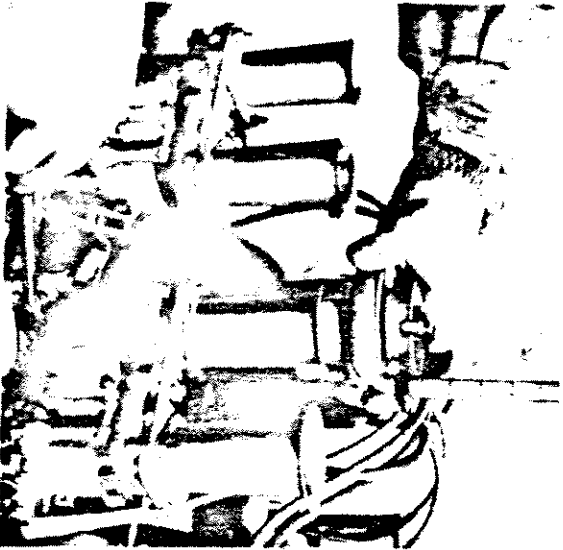

Fig. 23
so una officina autorizzata Lamborghini con l'aiuto dell'apparecchio sincronizzatore «MOTOMETER» (fig. 23).
tion autorisé par la LAMBORGHINI, à l'aide de l'appareil synchronisateur «MOTOMETER» (fig. 23).
- Start the tuning of the carburetors checking the synchronization of the four central cylinders. This is carried out by resting the synchronizing apparatus (Fig. 23) on the trumpets of the
lettua appoggiando l'apparecchio sincronizzatore (fig. 23) sulle trombette del carburatore che aspira di più e regolando la valvola dell'apparecchio affinché il galleggiante, contenuto nel tubo di vetro dell'apparecchio, sarà in equilibrio preferibilmente sopra l'indice di riferimento superiore: